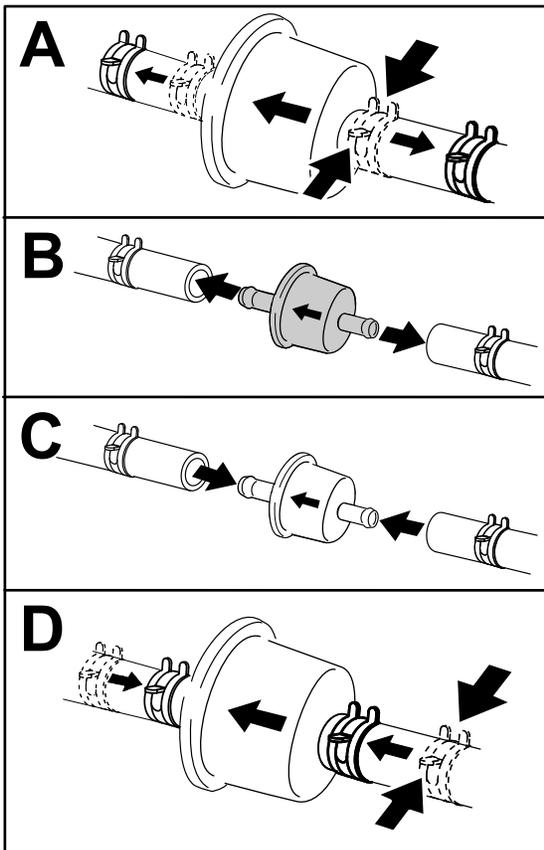

Рисунок 48
3. Замените фильтр (Рисунок 48).